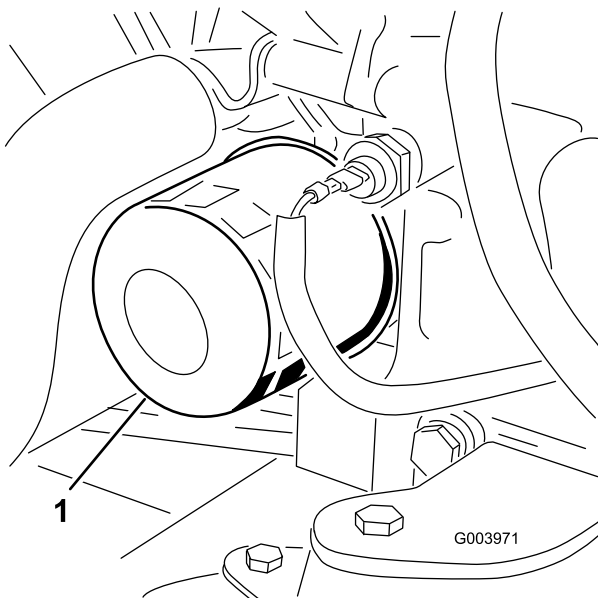

Figure 78
3. Déposez le filtre à huile (Figure 78).